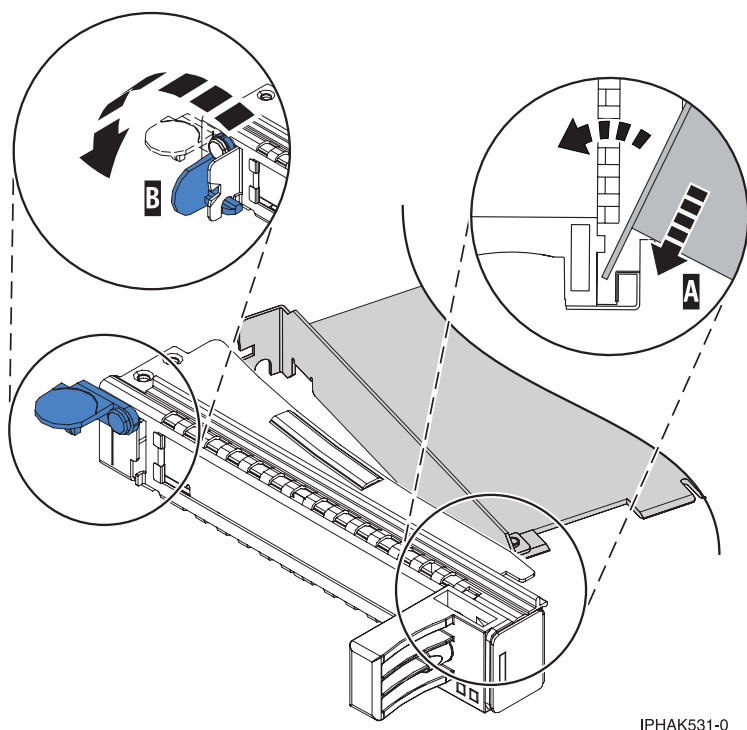

Figura 87. Adaptador que se ha quitado de la casete de adaptador PCI de anchura simple
- a. Con la abrazadera de la contrapunta en posición de abierto, inserte con firmeza el adaptador en el canal (A) de retención de la contrapunta. Consulte la sección Figura 87 en la página 96.
c. Cierre la abrazadera de la contrapunta (**B**). Consulte la sección Figura 87.